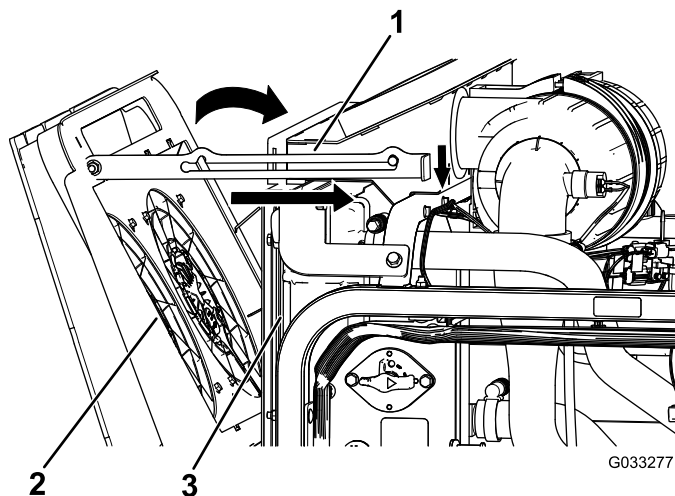

Figura 108
4. Ruotate le ventole di raffreddamento del motore in avanti e bloccate l'asta di sostegno nella tacca (Figura 108).